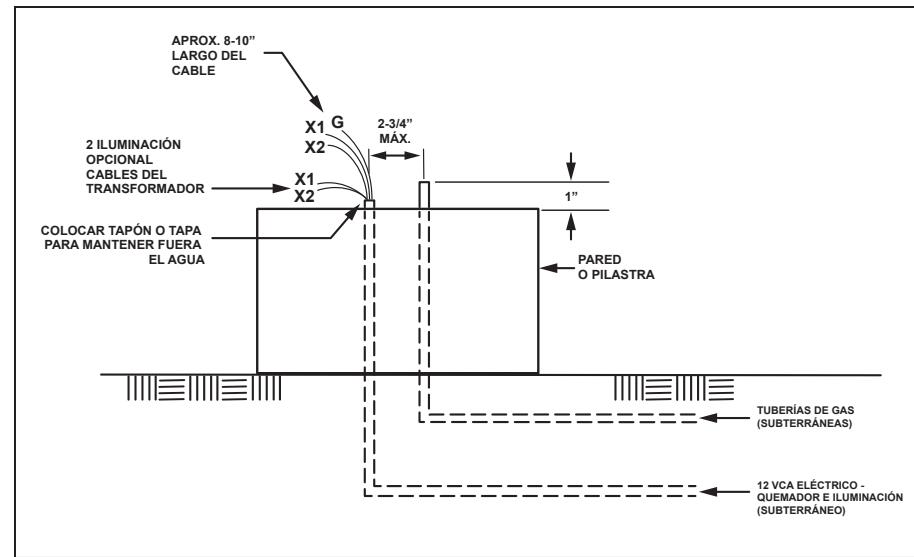
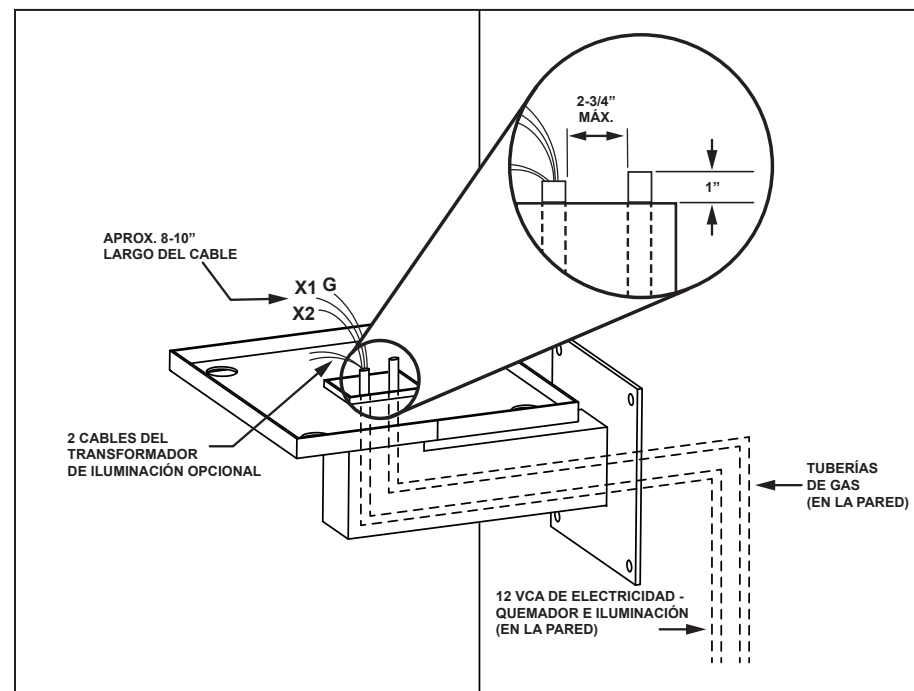

Figura 6. Tuberías y cableado en el candelabro montado en el piso
Figura 7. Tuberías y cableado en el candelabro montado en pared
Consulte la Figura 6 para observar las tuberías de gas en un candelabro montado en el piso o consulte la Figura 7 para observar las tuberías de gas en un candelabro montado en pared.
Consulte la Figura 6 para observar el cableado en un candelabro montado en el piso o consulte la Figura 7 para observar el cableado en un candelabro montado en pared.
- Para los modelos montados en pared, asegúrese de que la tubería de gas y el cableado eléctrico hayan sido pasados por el brazo para la pared, como se muestra en la Figura 7. A continuación, fije el brazo y la placa de montaje en la pared con cuatro tornillos de montaje. Los tornillos de montaje no se incluyen. El tipo de tornillo variará según el material de la pared.